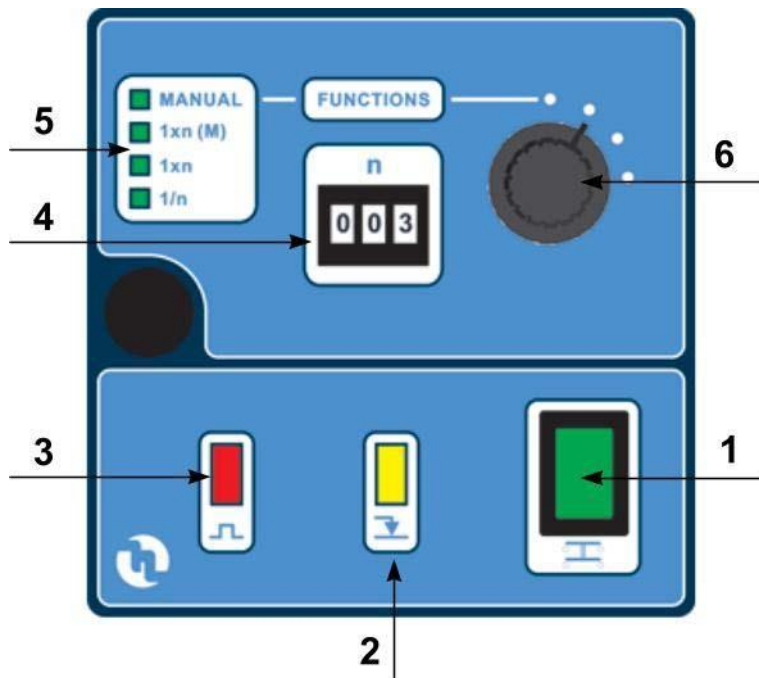

Рис.11
6.1. ОРГАНИ УПРАВЛІННЯ НАСОСОМ (Рис.11)
Оператор встановлює число "N" на механічному блоці установки значень. Насос працює з продуктивністю "N", заданої оператором, де "N" - кількість викидів в хвилину. Для входу в ручний режим роботи, необхідно перемкнути селектор (поз 6.) Рис.11 в положення «MANUAL».
Для входу в пропорційний режим роботи від імпульсного витратоміра «1xN (M)», необхідно переключити селектор (поз 6.) Рис.11 в положення «1xN(M)».
Для входу в пропорційний режим роботи від імпульсного витратоміра «1xN», необхідно перемкнути селектор (поз 6.) Рис.11 в положение «1xN».
Для входу в пропорційний режим роботи від імпульсного витратоміра «1 / N», необхідно перемкнути селектор (поз 6.) Рис.11 в положення «1/N».